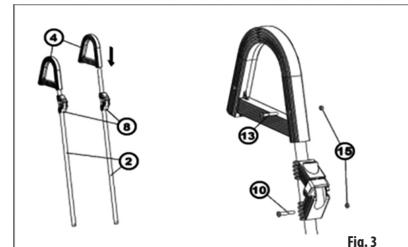

Fig. 3
Applicare gli agganci di sicurezza (8) e gli archi in plastica (4) sulla parte superiore dei montanti tubolari di supporto smontati (2) e bloccare questi componenti con i rispettivi viti e dadi (10, 13 e 15) (Fig. 3).